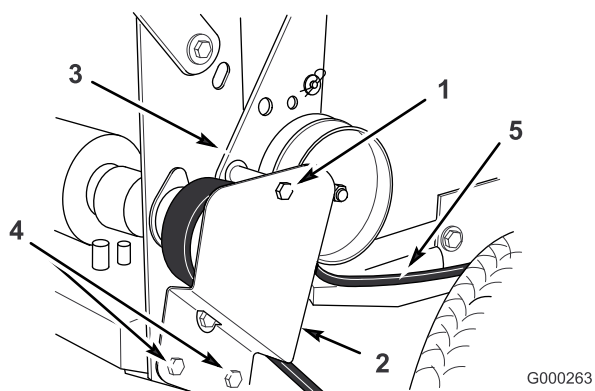

Figura 42
2. Togliete la vite di fissaggio superiore che fissa la staffa di rinvio al relativo perno di supporto sul telaio posteriore (Figura 42).
3. Allentate i due bulloni di fissaggio inferiori di quel tanto sufficiente a permettere alla cinghia di passare tra la puleggia motrice e il perno di supporto della staffa di rinvio (Figura 42).
6. Montate il bullone superiore che fissa la staffa di rinvio al relativo perno di supporto sul telaio posteriore (Figura 42).
7. Serrate i due bulloni di fissaggio inferiori di quel tanto sufficiente a permettere alla cinghia di passare tra la puleggia motrice e il perno di supporto della staffa di rinvio (Figura 42).